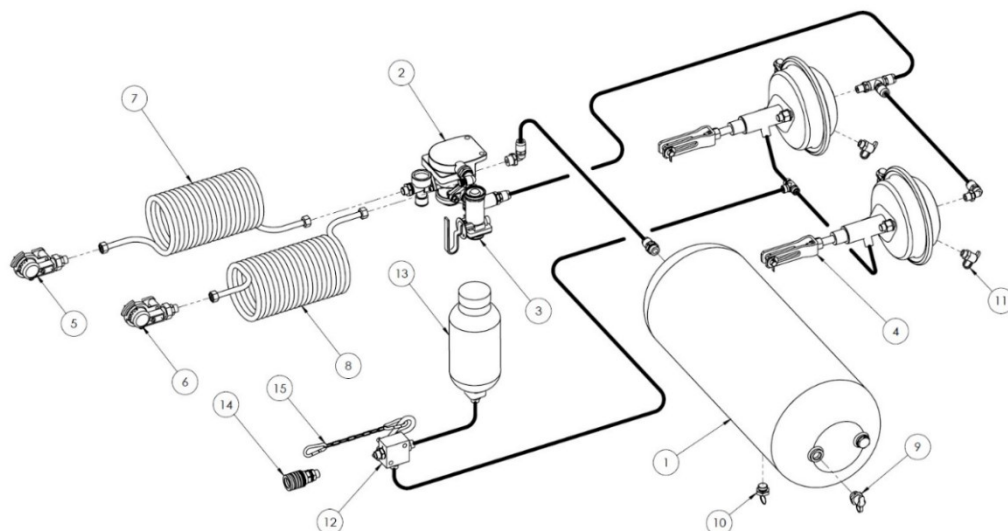

Abbildung 10.Hydraulisch-/pneumatische Bremsanlage
- - lufthydraulische Bremsanlage (Abbildung 10),
Eine weitere Option für die Bremsanlage ist die hydraulisch-pneumatische Bremsanlage. Dieses System ist eine Kombination aus hydraulischer und pneumatischer Zweileitungsbremse. Je nachdem, mit welcher Art von Bremsen der Schlepper ausgestattet ist, kann entsprechend eine hydraulische oder pneumatische Bremsanlage angeschlossen werden – siehe Abbildung10.